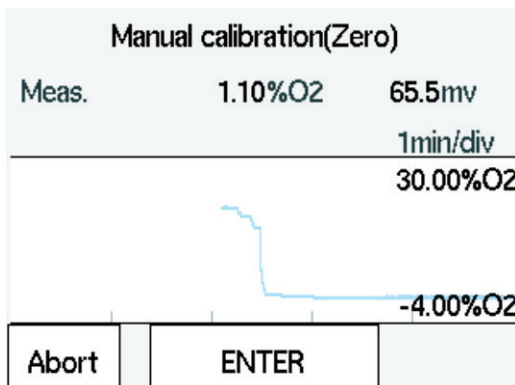

Рисунок 7.22 Тренд калибровки нулевого газа
(8) Аналогично калибровке диапазона, выбор «Начать калибровку» (Start calibration) отображает на экране график тренда измеряемых показаний концентрации кислорода (Рисунок 7.22). Подождите, пока показания не стабилизируются около концентрации нулевого газа, контролируя график и ЭДС датчика. В этой точке калибровка еще не закончена, поэтому допускается отклонение показания от концентрации нулевого газа.